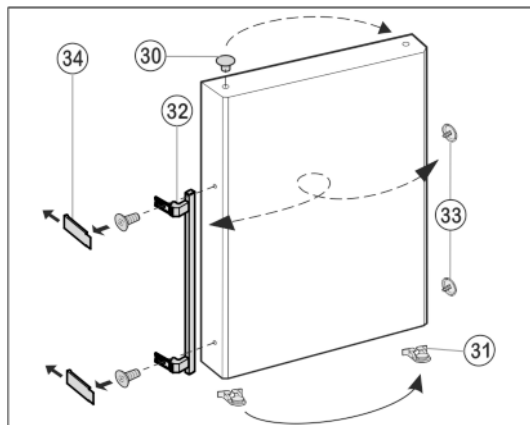

Fig. 10
- ▶ Zátky Fig. 10 (30) vyjměte z pouzdra ložisek dveří a přemístěte je.
- ▶ Madlo dveří Fig. 10 (32), zátky Fig. 10 (33) a krycí destičky* Fig. 10 (34) odmontujte a přemontujte na protější stranu.